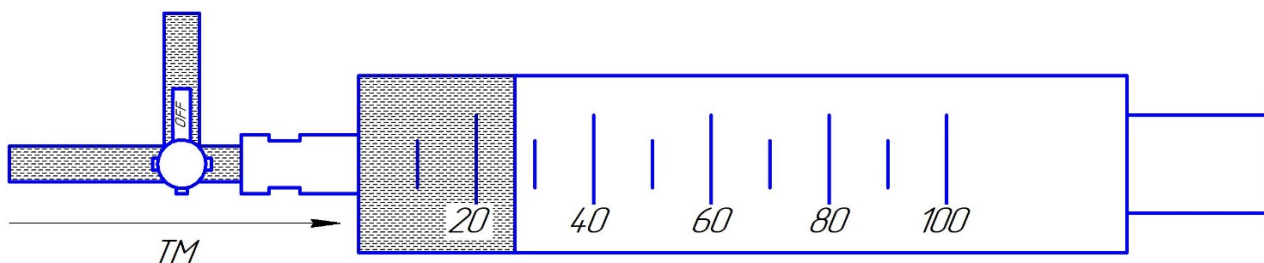

Рисунок 3.2. Втягивание масла в шприц
- поверните ручку крана шприца в положение, в котором масло можно втянуть в шприц (рисунок 3.2);